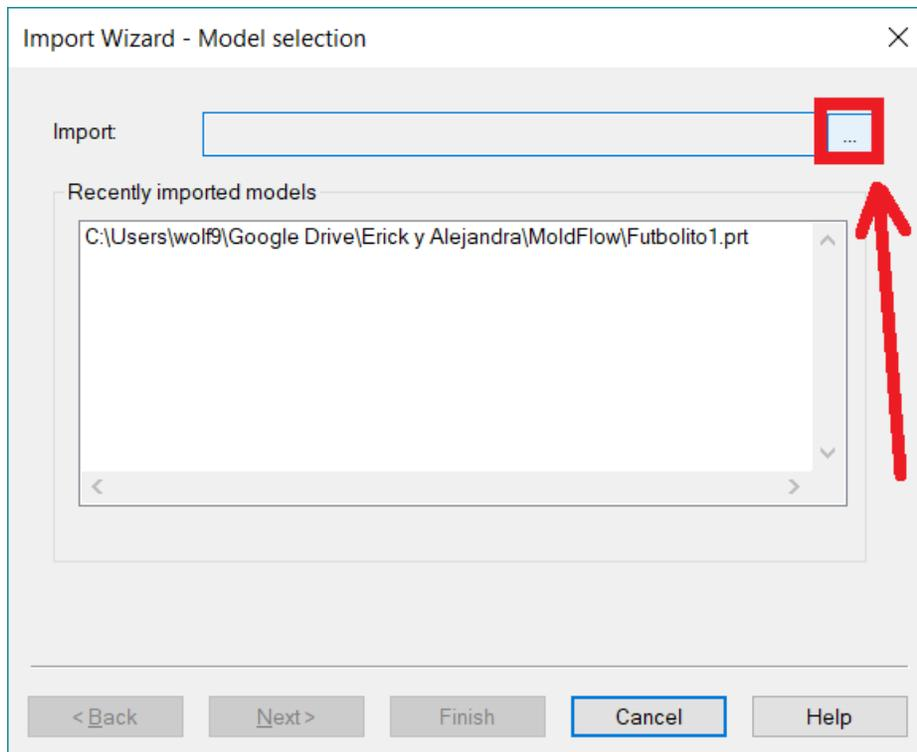

Figura 6.4 Buscar pieza.
- Dar click en ... y buscar la pieza **Futbolito1.prt** (Figura 6.4).